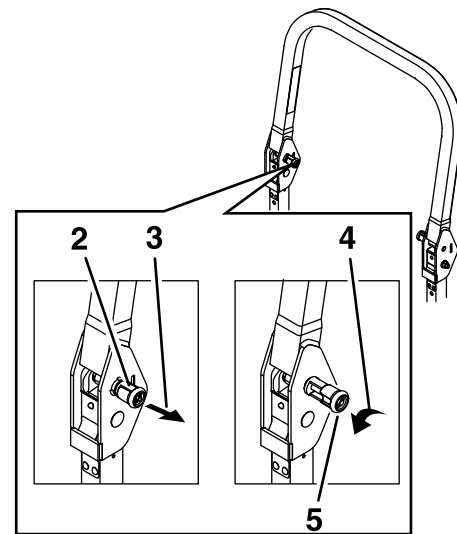

Figura 8
1. Asegúrese de que el pomo está completamente enganchado y las pestañas entrelazadas, como se muestra en la Figura 8, para bloquear la barra antivuelco en la posición elevada.
3. Tire de ambos pomos hacia fuera y gírelos 90° para desengranarlos (Figura 8).
4. Para elevar la barra antivuelco, suba la barra a la posición de uso, y gire los pomos para que se introduzcan parcialmente en las ranuras (Figura 8).
5. Eleve la barra a la posición vertical, presionando sobre la parte superior de la misma; las clavijas encajarán en cuanto se alineen con los orificios (Figura 8).